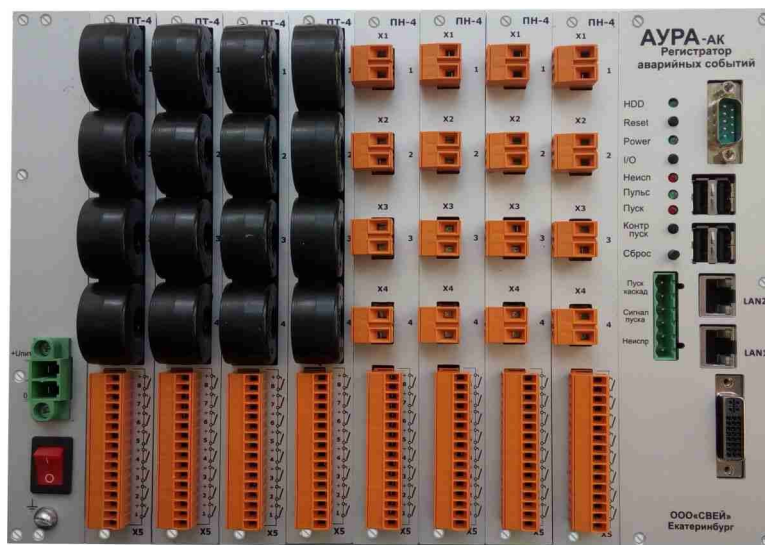

Рисунок 5. внешний вид регистратора
1.4.1.2 Регистратор «АУРА-АК» (рисунок 5) выполнен в виде единого системного блока. Структурная схема регистратора представлена в приложении А на рисунке А2.